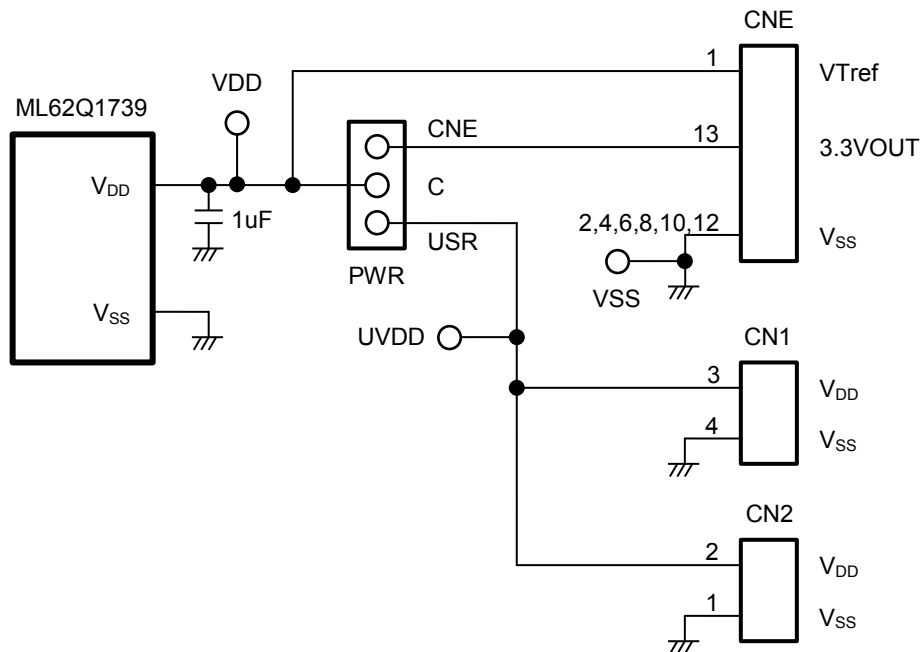

図 2 電源回路
1.2 ML62Q1739 Reference Board 外観図 2